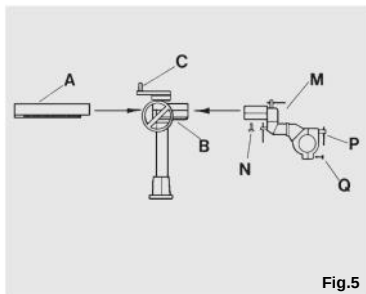

Fig.5
Una volta fissato il sostegno al banco di lavoro non resta che montare il Trascinatore utilizzando l'apposito collare (M) (vedi Fig.5) montato all'estremità del supporto.